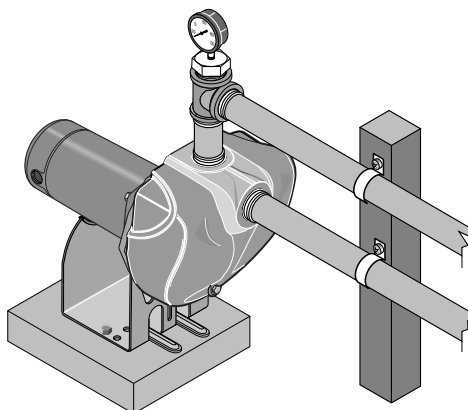

Figure 5 :- Supporter tous les tuyaux branchés sur la pompe
5. Lorsque l'on utilise un clapet de pied, il est recommandé d'utiliser un té et un bouchon d'amorçage, comme il est illustré à la Figure 5.